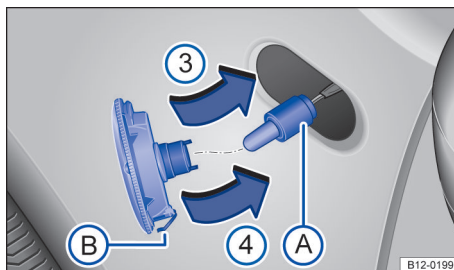

Fig. 163 Intermitente lateral: cambiar la lámpara.
- Extraiga el portalámparas junto con la lámpara en línea recta → fig. 163 ①.
- Coloque en la carrocería el lado del intermitente más cercano al frontal del vehículo → fig. 163 ③ y presiónelo en la carrocería → fig. 163 ④ hasta que el muelle → fig. 163 ④ encastre de forma audible.